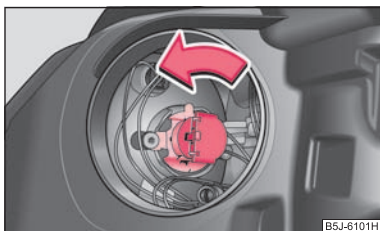

Abb. 170 Ausbau der Glühlampe für Fernlicht
- Den Stecker mit der Glühlampe bis zum Anschlag nach links drehen ⇒ Abb. 170 und herausnehmen.